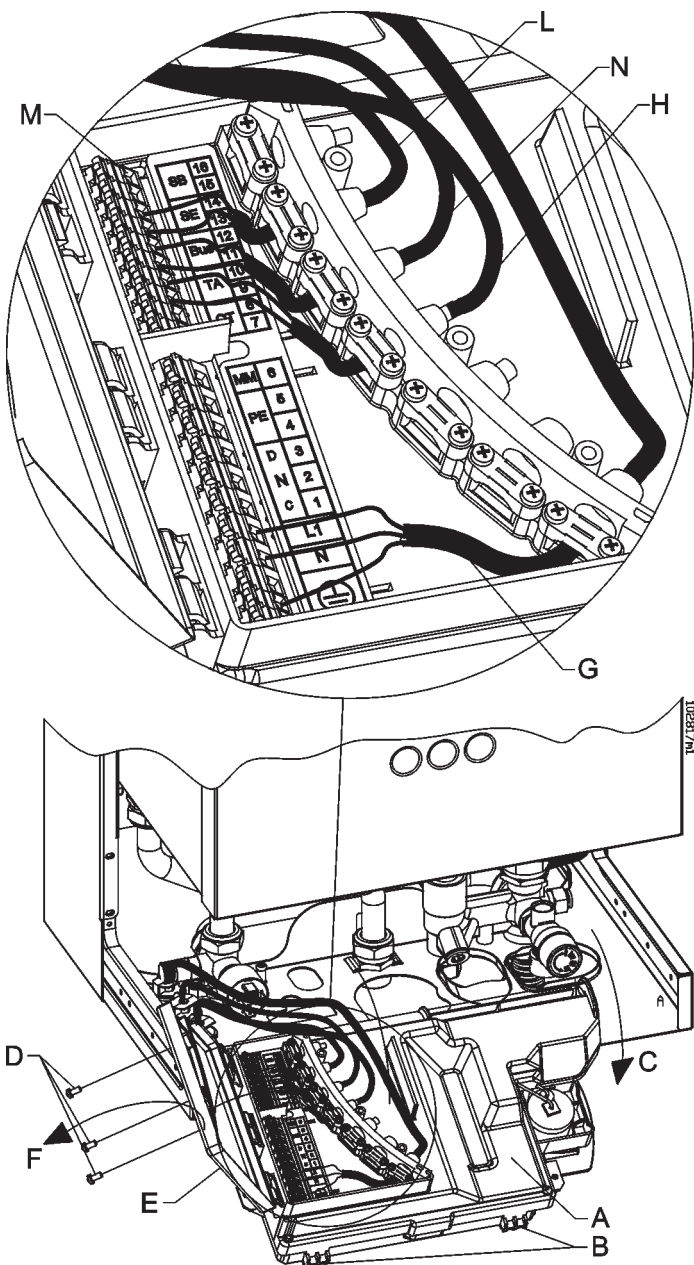

Рисунок 19 - Электрические соединения
Для подключения насоса возможно использовать контакты "4" и "5", имеющиеся на соединительном боксе. (см. рис. 19)
- подсоединить оба конца провода к контактному зажиму "TA" см. рис.19.
- Соединить 2 жилы кабеля на зажим SE рис. 19.
Для электрических соединений см.рис. 19.